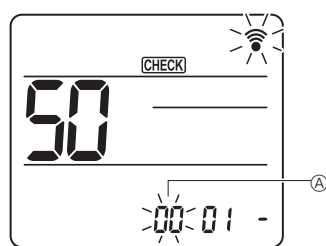

Fig. 6-15
② Құрылғы нөмірін орнату
Құрылғы нөмірін орнату үшін [DOWN] түймесін басыңыз (A). (Fig. 6-15)